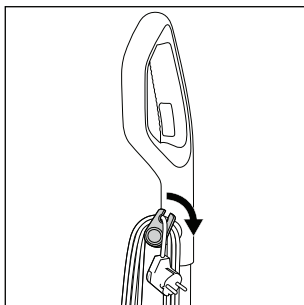

Fig. 12
- ◆ Desenrole totalmente o cabo de alimentação **17** dos suportes de cabo superior e inferior **16/20**. Para desenrolar rapidamente o cabo de alimentação **17** dos suportes de cabo **16/20**, puxe o suporte de cabo superior **16** um pouco para fora e rode-o para baixo (ver fig. 12).